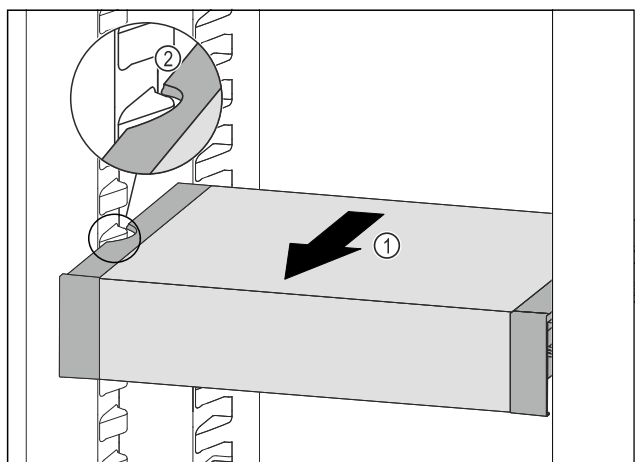

Fig. 111
- ▶ 向前拉动 VarioSafe Fig. 111 (1), 直至 VarioSafe 的侧部凹槽与冷藏区中的容器肋梁持平。 Fig. 111 (2)